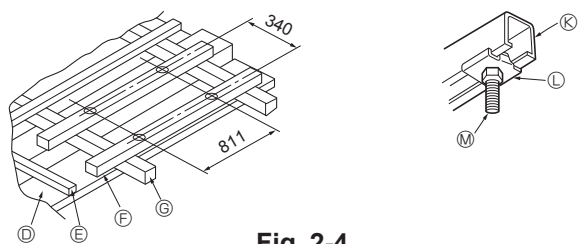

Fig. 2-4
- (A) Las partes centrales de la apertura del techo y la unidad interna deben estar alineadas.
- ① Lado exterior de la rejilla
- ② Abertura del techo
- ③ Paso del perno
- ④ Caja de componentes eléctricos
- ① Estructuras de madera (Fig. 2-4)